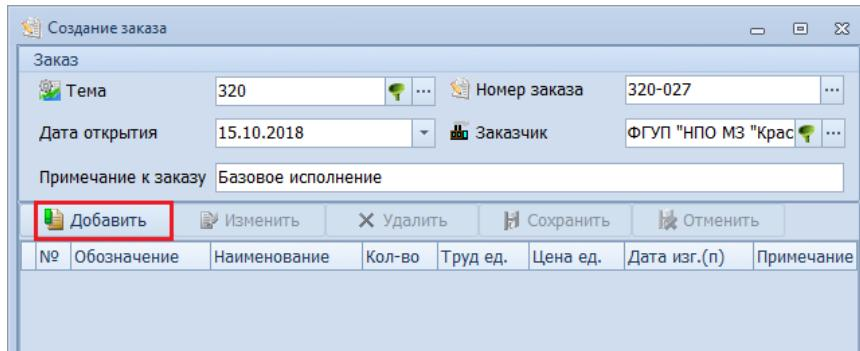

Рисунок 58. Кнопка **Добавить** в диалоговом окне "Создание заказа"
3.6.1 В диалоговом окне «Создание заказа» нажать кнопку **Добавить** (рис. 58).